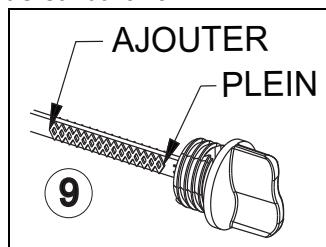

Figure 2-14. Orifice de remplissage / jauge d'huile
- Essuyez la jauge d'huile (figure 2-14).